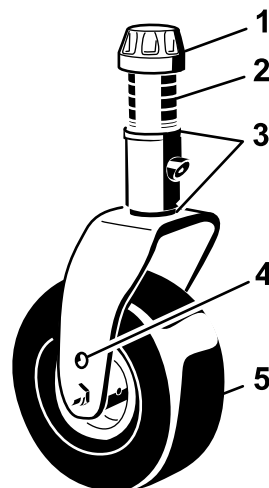
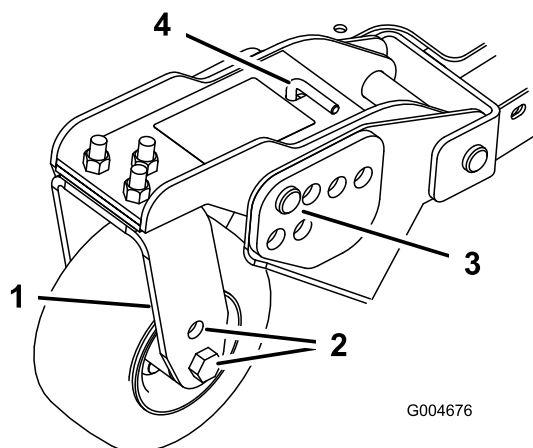
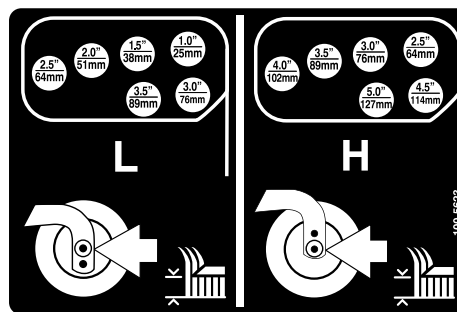

Figura 26
Figura 28
Figura 29
1. Posizionate gli assali delle ruote orientabili negli stessi fori di tutte le forcelle (Figura 26 e Figura 28).
2. Togliete il cappuccio di tensione dall'asse del perno ed estraete il perno dal braccio della ruota orientabile (Figura 26).
- Togliete la coppiglia ed i perni con testa dai bracci di rotazione delle ruote orientabili (Figura 28).
- Girate il tenditore per alzare o abbassare il braccio di rotazione finché i fori non sono allineati con i fori della staffa dell'altezza di taglio selezionati, nel telaio del piatto di taglio (Figura 28 e Figura 29).